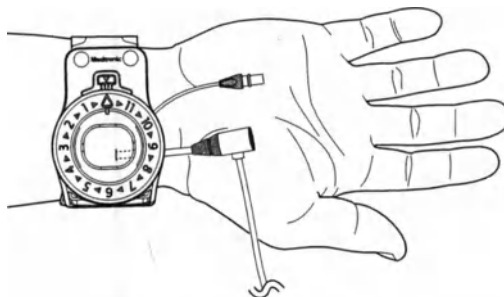

Figure 2. Positionnement de la bande de maintien.
3. Positionner la bande de maintien sur le poignet de sorte que le site d'accès soit visible à travers la fenêtre transparente et que le centre du cadran soit aligné sur l'artériotomie (figure 2).